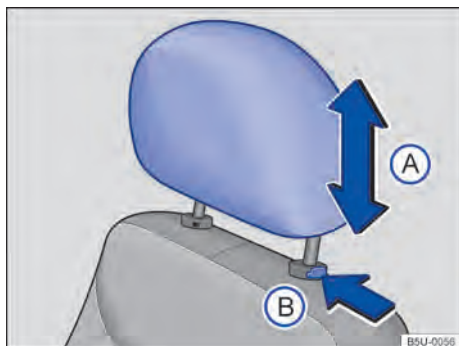

Fig. 45 Ajustar o apoio para cabeça dianteiro.
- Empurrar o apoio para cabeça para cima ou para baixo na direção da seta → Fig. 45 (A) → ⚠️.